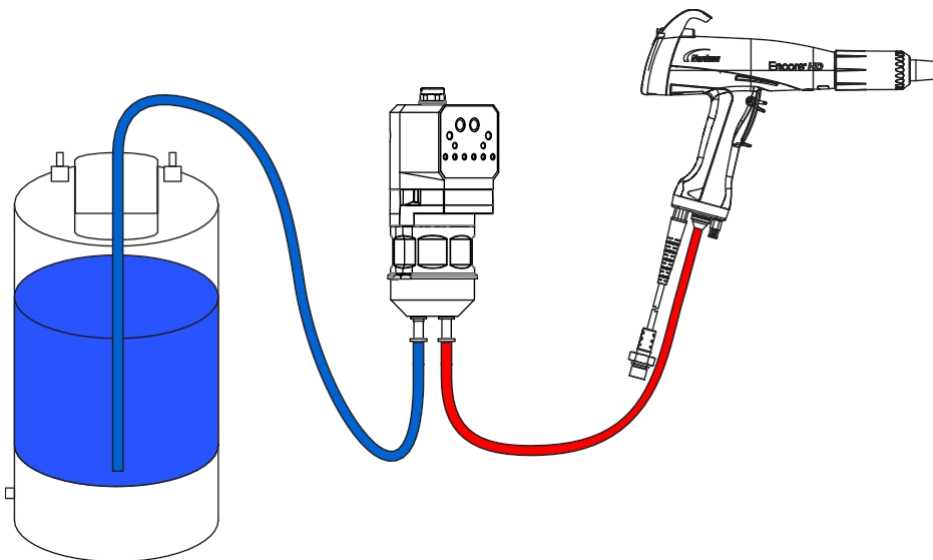

Figura 14 Tubulatură Conexiuni
1. Conectați tubulatura de aspirație după cum se arată în figura 14.